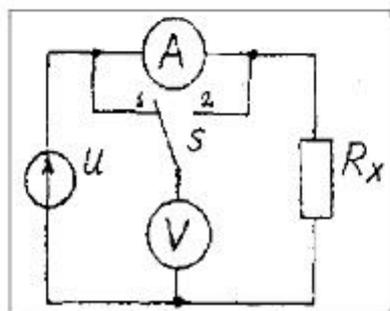

Рис. 3.2. Измерение сопротивления
1.3. Измерение сопротивления способом амперметра и вольтметра можно выполнить по двум схемам включения: в одном случае измеряется сумма напряжений на объекте и амперметре, в другом – измеряется ток через объект и вольтметр (рис. 3.2).